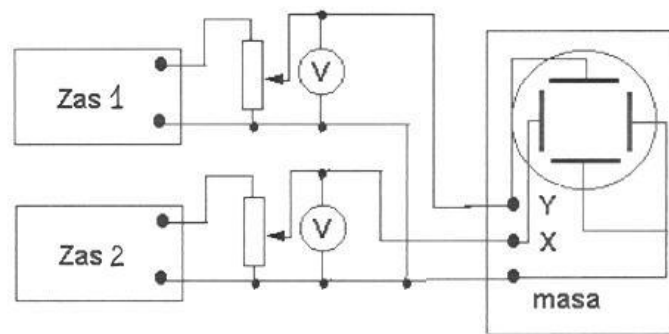

Rys.1. Schemat układu do obserwacji ruchu plamki na ekranie oscyloskopu.
1. Zmontować układ przedstawiony na rys.1.